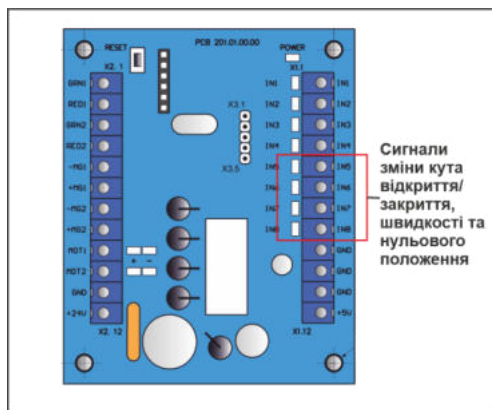

Рис. 12 – Сигнали зміни кута повороту на контролері РСВ.201.01.00.00
7. Перевірити стан сигналів (Рис.12) при повороті стулки на контролері PCB.201.01.00.00: